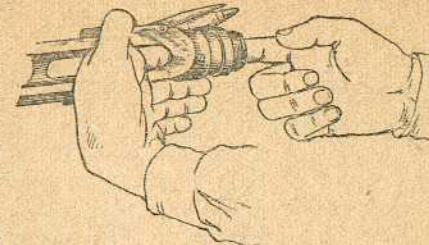

Рис. 14. Как отделить направляющую втулку
**5. Отделить надульник и направляющую втулку ствола.** Приподнять защёлку надульника вверх и, подложив под него какой-либо предмет (патрон), отвинтить надульник. Взяв направляющую втулку ствола указательными или средними пальцами обеих рук с двух концов (рис. 14), отвести её назад до упора в крепление сошки, повернуть вырезом вниз и, продвигая дальше назад, вынуть из кожуха.